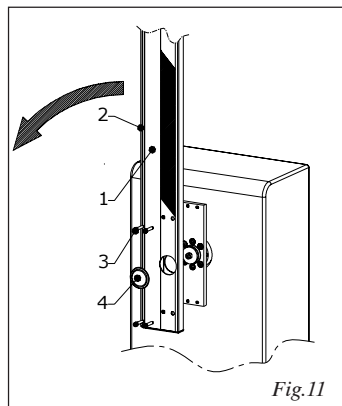

Fig.11
SPIN 3 - 4 (Fig.11)
- Introduzcan la barra, ref.1 fig.11.
**NOTA: El borde de goma, ref.2 fig.11, debe estar dirigido hacia el sentido de cierre.**
- Atornillen los cuatro tornillos suministrados en dotación, ref.3 fig.11
- Coloquen el capuchón en el orificio, ref.4 fig.11.